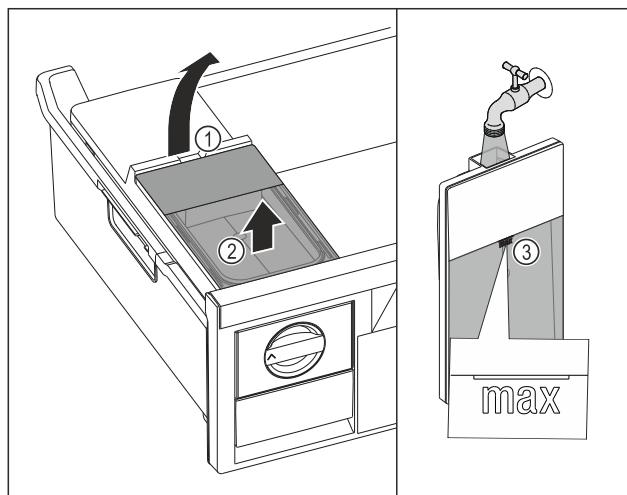

Fig. 76
- ▶ Nádržku na vodu nadvihnite za vybranie Fig. 76 (1).
- ▶ Nádržku na vodu odoberte nahor. Fig. 76 (2)
- ▶ Nádržku na vodu naplňte pitnou vodou po značku Fig. 76 (3).